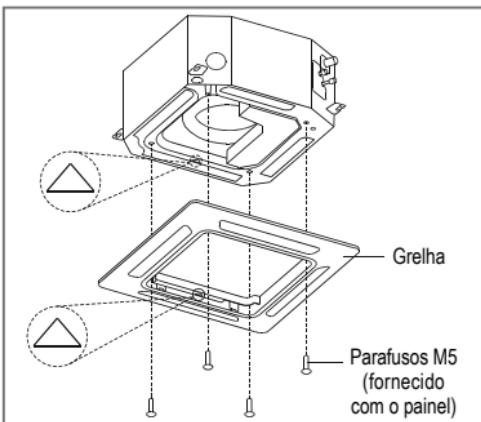

FIG. 19
- b) Alinhe a indicação “Δ” da grelha à indicação “Δ” na unidade evaporadora. Prenda a grelha na unidade com os parafusos fornecidos. (Fig. 19).